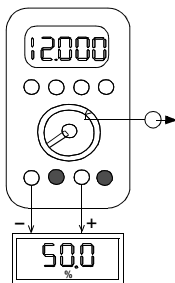

Bild 22 Anschluß der Meßleitungen
- ⇨ Stellen Sie den Funktionsschalter (6) auf „ \rightarrow “
- ⇨ Schließen Sie den Prüfling über die Meßleitungen gemäß Bild 22 an.